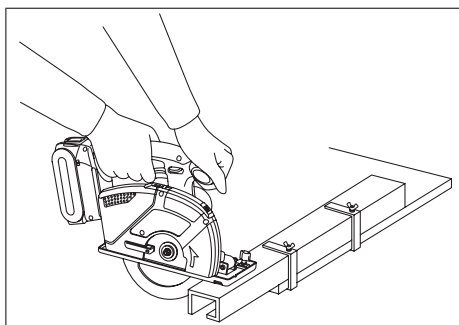

Fig. 14
• Fig. 14 viser den rigtige skæreposition.